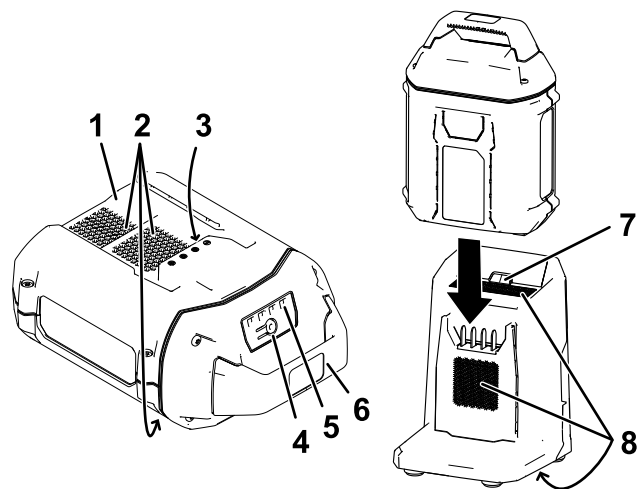

Figure 9
2. Alignez le creux de la batterie (Figure 9) sur la languette du chargeur.
3. Glissez la batterie dans le chargeur jusqu'à ce qu'elle soit complètement enclenchée (Figure 9).